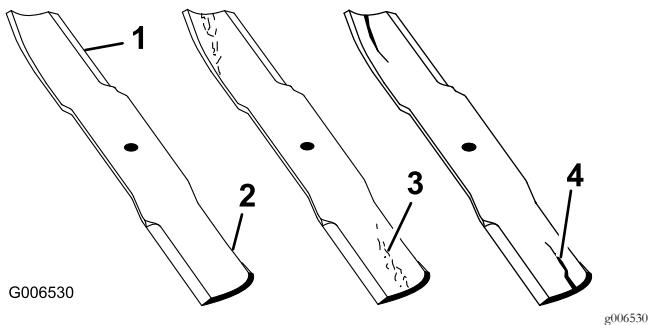

Figura 56
1. Ispécione as extremidades de corte (Figura 56).
4. Se verificar quaisquer fissuras, desgaste, ou a formação de ranhuras nesta área instale imediatamente uma lâmina nova (Figura 56).